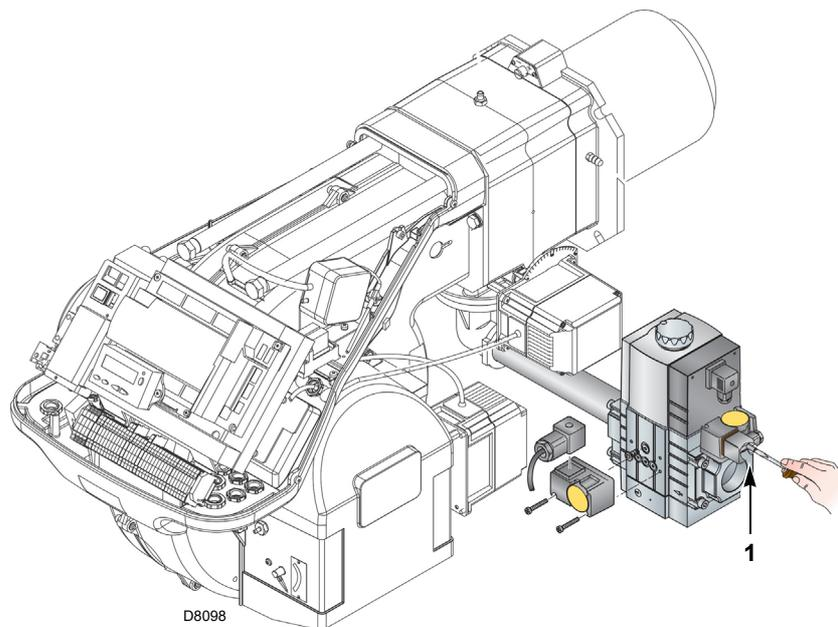

Fig. 29
- Controlar la presión de la alimentación de gas conectando un manómetro en la toma de presión 1)(Fig. 29) del presostato gas de mínima: debe ser inferior a la presión máxima permitida de la rampa de gas, que figura en la placa de características.
- Purgar el aire de la tubería de la rampa de gas conectando un tubo de plástico en la toma de presión 1)(Fig. 29) del presostato gas de mínima. Llevar hacia el exterior del edificio el tubo del purgado, hasta que se huela el gas.